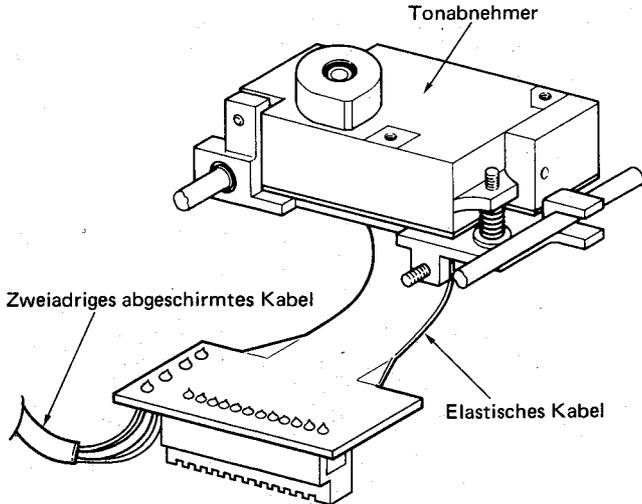

Abb. 17
- 2) Prüfen, ob das elastische, zweiadrige, abgeschirmte Kabel vom Tonabnehmer an der vorgeschriebenen Stelle auf Platine PB-2 fest angeschlossen ist (Siehe Abbildung 17).